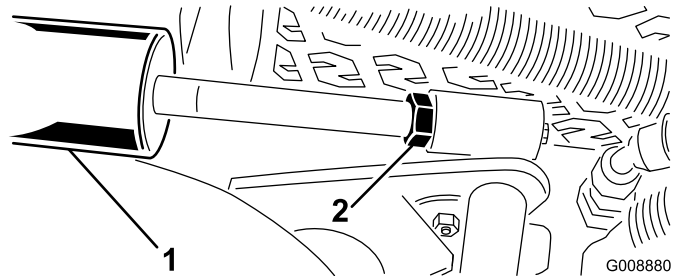

図 14
A. カッティングユニットを降下させ、シリンダについているジャムナットを戻す図 14。